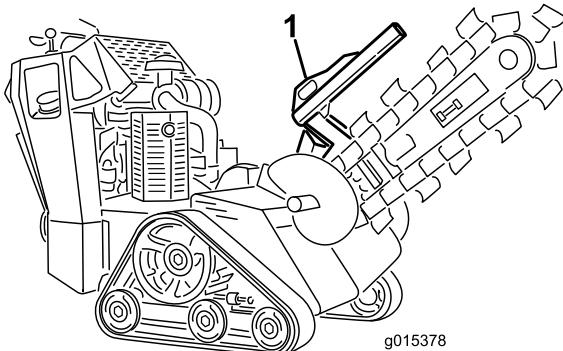
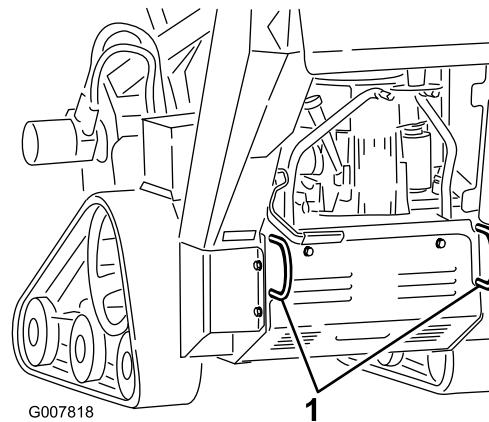

Bild 23
Bild 24
3. Befestigen Sie Ketten oder Riemen an den Vergurtungsstellen bzw. Hebelaschen vorne und hinten an der Maschine, um die Maschine am Anhänger zu befestigen (Bild 23 und Bild 24). Halten Sie die örtlichen Vorschriften für Anhänger und Vergurtung ein.
Sie können die Maschine mit den Vergurtungs- und Hebeschläufen als Hebestellen hochheben (Bild 23 und Bild 24).